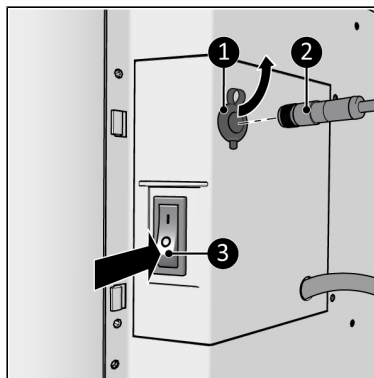

Figura 14
1. Asigurați-vă că comutatorul PORNIT/OPRIT este în poziția Oprit (Figura 14, poz. 3).
2. Conectați mufa senzorului de temperatură extern la conectorul senzorului (Figura 14, poz. 2).